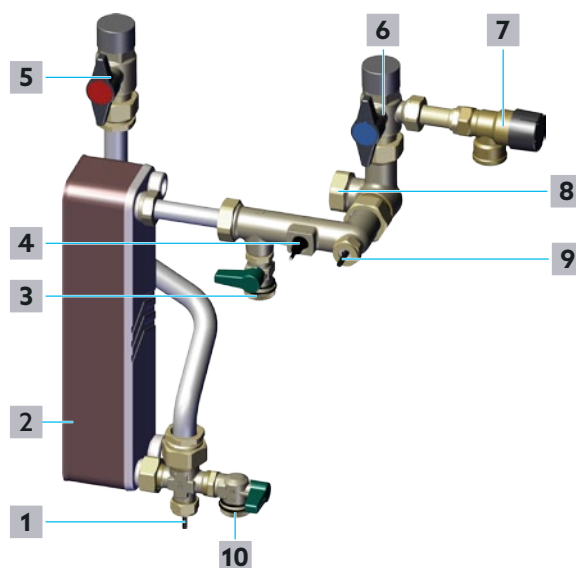

Fig. 19: Remplissage et purge du circuit E.C.S.
- 1 Ouvrir lentement le robinet d'arrêt à tournant sphérique - Eau chaude sanitaire (position **5** sur la Fig. 19 en page 24 et position **10** sur la Fig. 2 en page 11).
- 2 Ouvrir lentement le robinet d'arrêt à tournant sphérique - Eau potable froide (position **6** sur la Fig. 19 en page 24 et position **11** sur la Fig. 2 en page 11).
- Si des bruits persistent dans le circuit E.C.S. dus à des inclusions d'air, ouvrir légèrement le robinet de vidange et de remplissage à tournant sphérique - Eau chaude sanitaire (position **10** sur la Fig. 19 en page 24 et position **16** sur la Fig. 2 en page 11) jusqu'à ce que seule l'eau s'écoule.